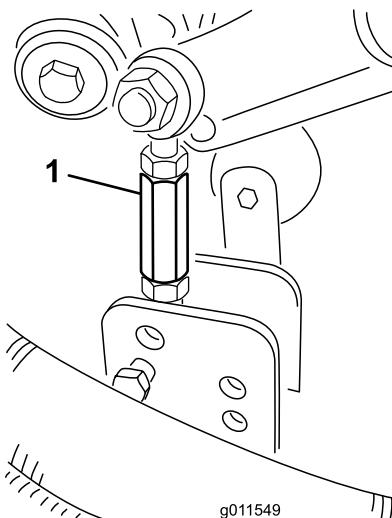

Bild 22
- Entfernen Sie die Splints und Lastösenbolzen, mit denen die Stoßdämpferlenker an den Mähwerkhalterungen befestigt sind (Bild 22).